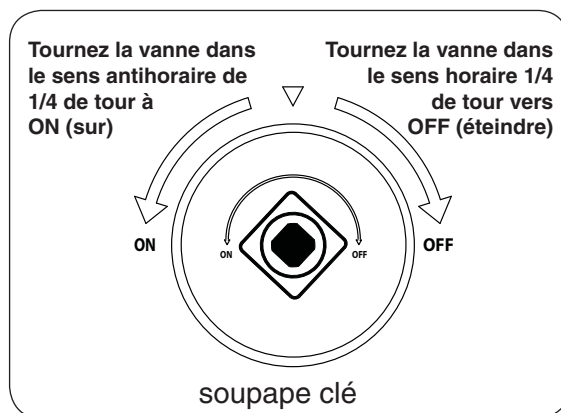

Fig. 24-2
4. **Une fois que le match est en feu et en position**, tournez la vanne clé sens anti-horaire d'un tour à la position **ON** (sur) 1/4 (voir Fig. 24-2). Votre brûleur devrait s'allumer.
**AVERTISSEMENT:** Si le brûleur ne se allume pas dans les cinq (5) secondes de tourner sur la vanne clé, tournez immédiatement la vanne clé vers la droite d'une tour à la position **OFF** (éteindre) 1/4.
**Pour éteindre votre brûleur à gaz**, tourner la soupape clé vers la droite d'une tour à la position **OFF** (éteindre) 1/4 (voir Fig. 24-2). Assurez-vous que la vanne clé est tournée entièrement au large pour éviter toute fuite de gaz.